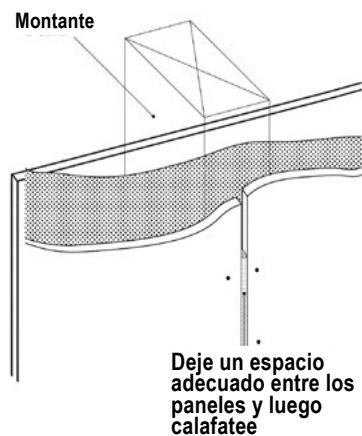

Fig. 23.3
- Deje el espacio apropiado y calafatee de acuerdo con las recomendaciones del fabricante de la masilla. (*Fig. 23.3*)